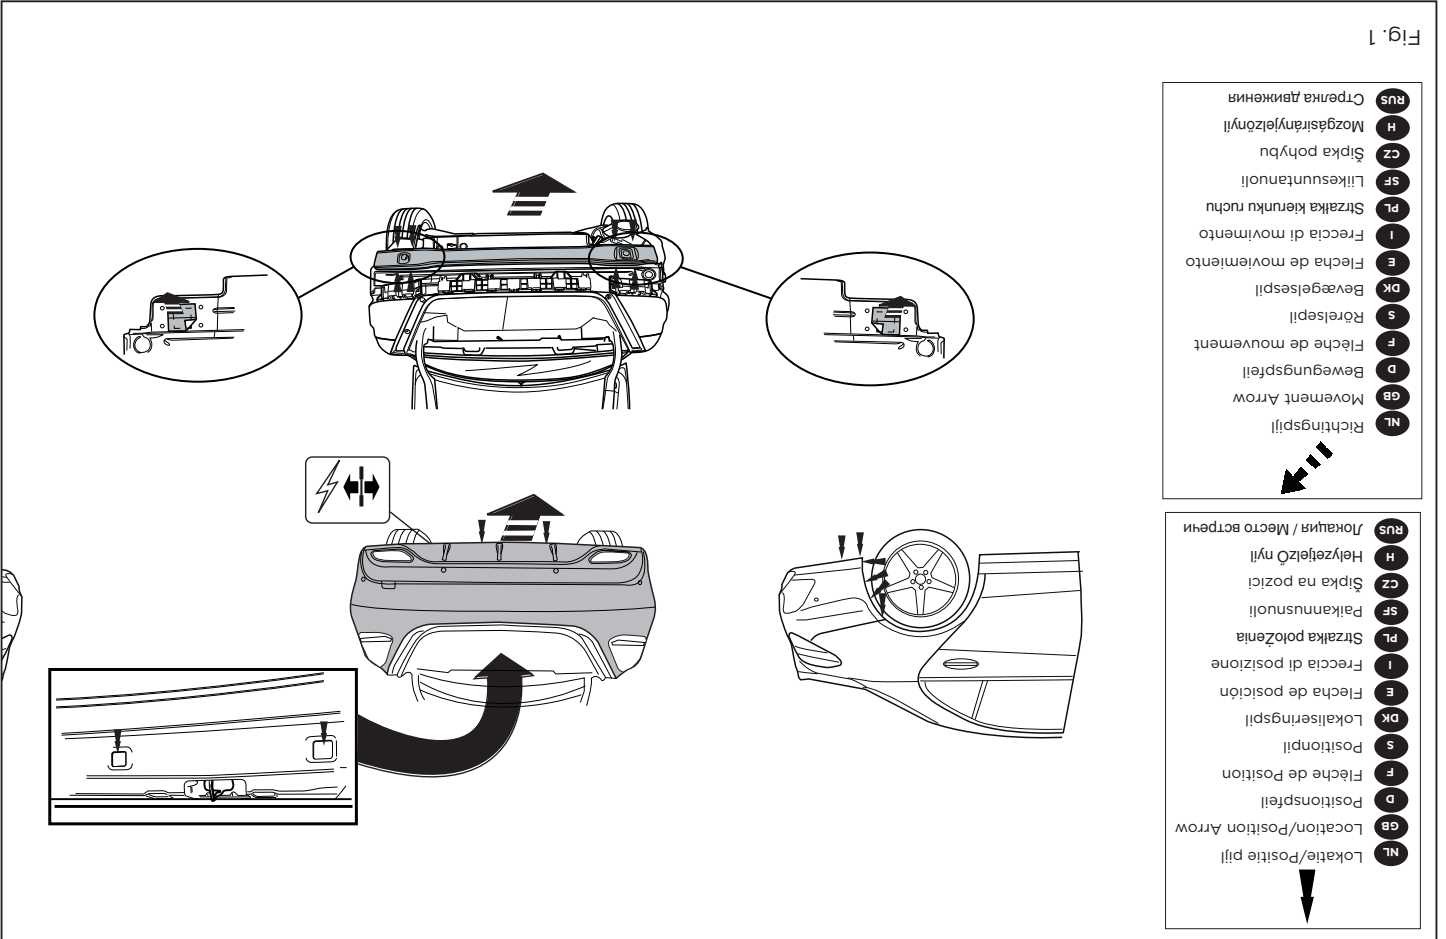

Fig. 1
The buffer beam will no longer be needed. See figure 1.
1. Die Stoßstange einschließlich des stählernen Stoßbalkens vom Fahrzeug abmontieren. Der Stoßbalken wird nicht mehr benötigt. Siehe Abbildung 1.
- 1. Déposer le pare-chocs du véhicule y compris la traverse en acier la traverse ne sera plus utilisée. Voir la figure 1.
1. Demonter kofangeren, inklusive køretøjets stålstødbjælke. Denne bliver overflødig. Se fig. 1.